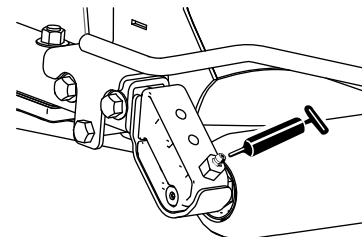

Figura 45
- Cojinetes de los rodillos traseros (2 por unidad de corte) (Figura 45).